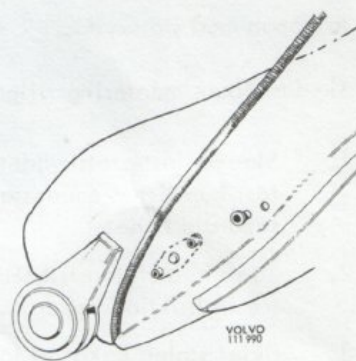

Bild 4.
14. Sätt en bussning i stötskyddets övre vänstra hål. Bild 4.